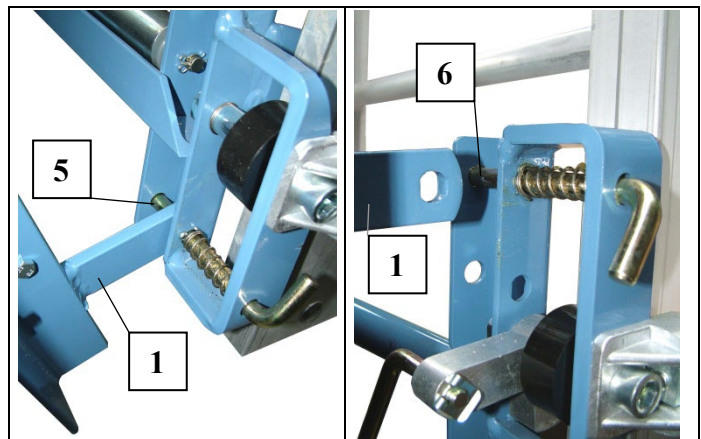

Fig. 43 Universalpritsche montieren
- Vario- Bühne (wie die Universalpritsche) an den unteren Federriegeln am Schlitten einhängen und an den beiden oberen Federriegeln abstecken (siehe Fig. 43).
- Riegel der Stütze (4) herausnehmen.
- Teleskoprohr (8) aus der Halteschraube (9) ziehen und ausklappen.
- Teleskoprohr (8) wieder abstecken.